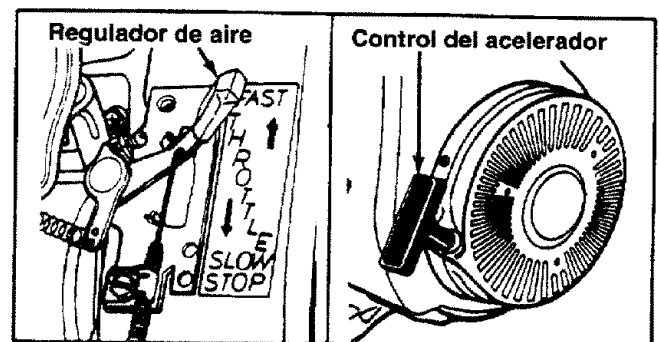

FIGURA 12.
- Coloque la palanca de control del acelerador en la posición FAST (LIGERO). Vea la figura 12.